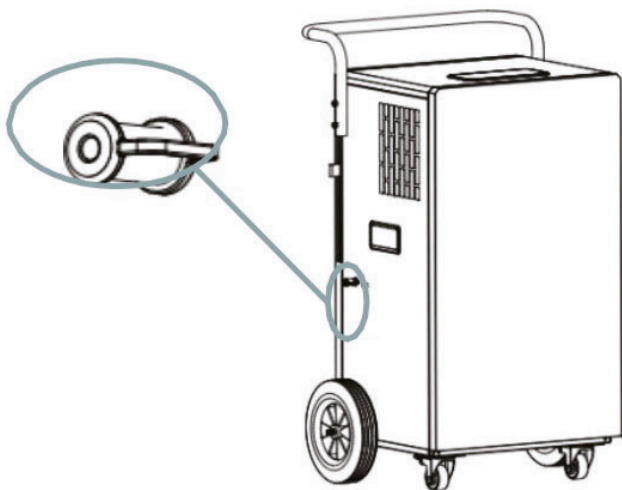

Fig.1
1. Vérifiez si le bouchon d'eau du trou de drainage continu est bien inséré. Comme indiqué dans la Fig. 1